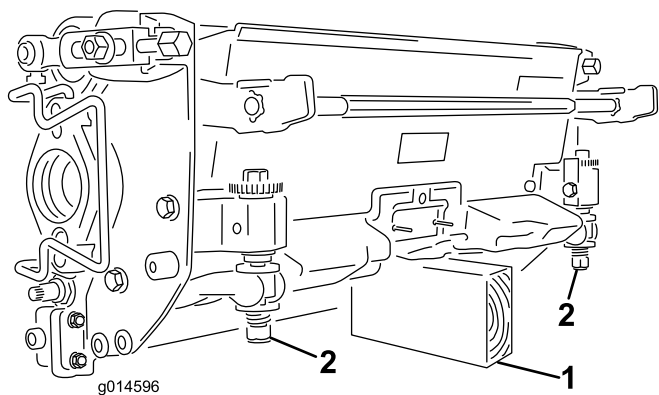

图10
**重要事项：** 当必须翻转滚刀组露出底刀/滚刀时，应支撑住滚刀组的后部，确保底刀架调整螺丝后端的螺母不会接触工作表面（图10）。